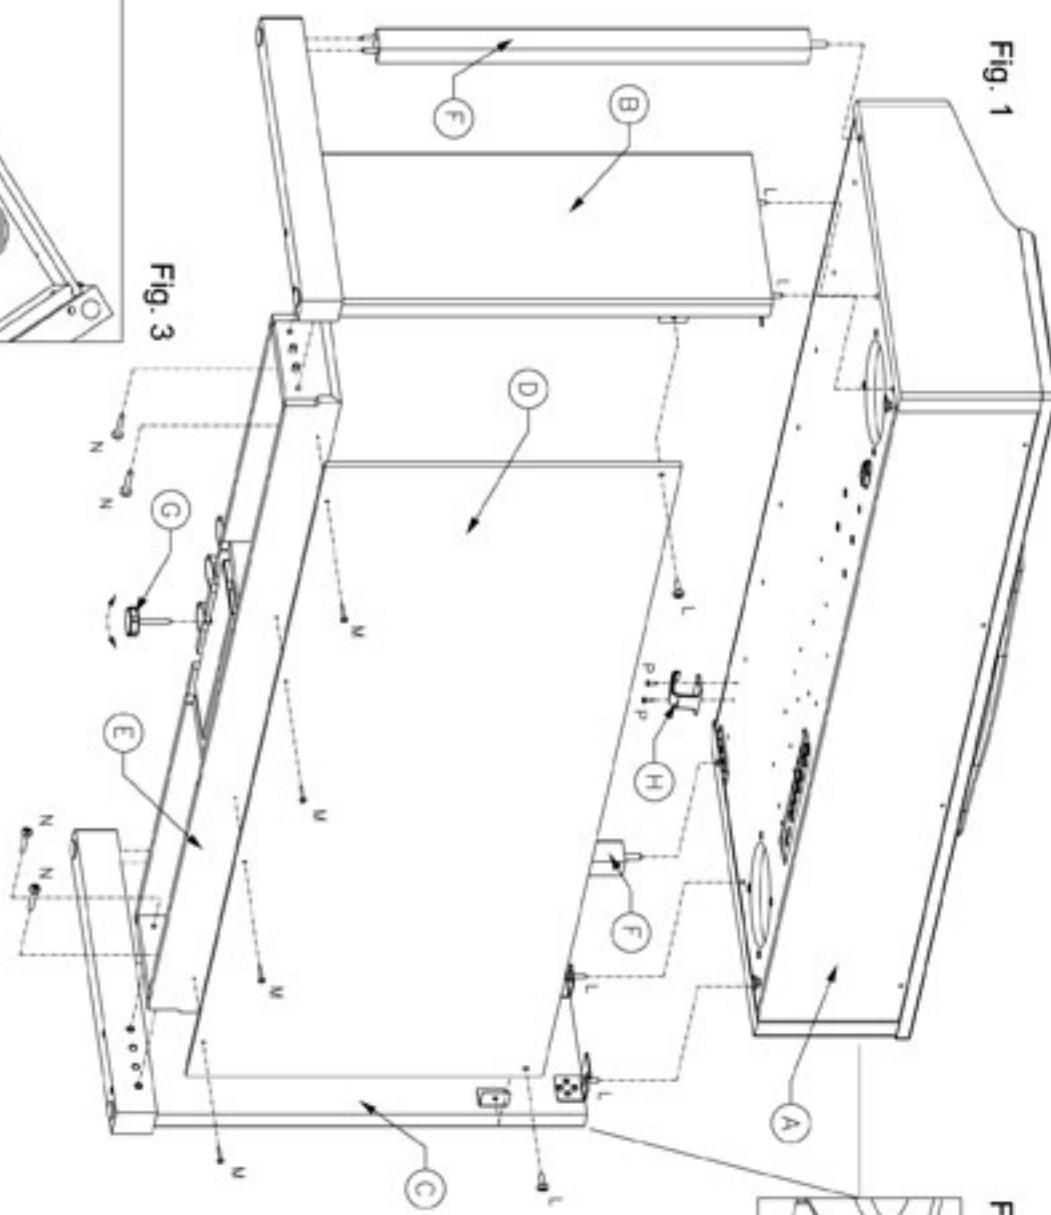
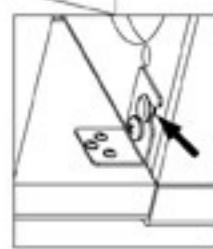

Fig. 1
Fig. 2
- 3)** Schrauben Sie auf die Pedalgruppe den Schraubfuß (G) wie Abb. 1.
- 4)** Befestigen Sie das rechte Bein (B) an dem Querträger (E) mit Schrauben (N) wie Abb. 1.
- 5)** Befestigen sie das linke Bein (C) an dem Querträger (E) mit Schrauben (N) wie Abb.1.
- 6)** Befestigen Sie das hintere Panel (D) an dem Querträger (E) mit Schrauben (M) und an den Beinen rechts (B) und links (C) mit Schrauben (L) wie Abb. 1.
- 7)** Stecken Sie die vorderen Beine (F) auf das rechte (B) und linke (C) Bein wie Abb. 1.
- 8)** Positionieren Sie das Cabinet Piano (A) auf dem Gestell, befestigen Sie es mit 4 Knäufen (I) wie Abb. 1 und sind Sie vorsichtig beim Einsetzen der Zapfen wie Abb. 2.
- 9)** Fixieren Sie den Kopfhörerhalter (H) mit Schrauben (P) wie Abb. 1.